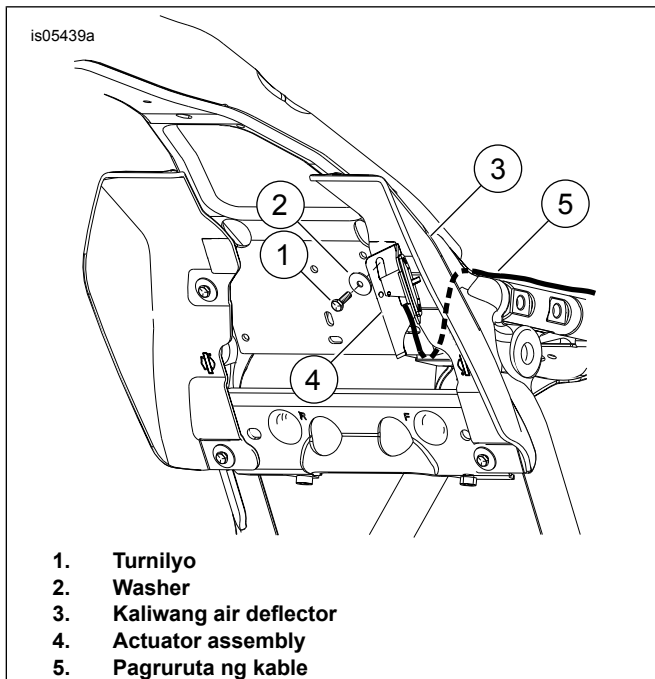

Figure 5. Pagkakabit ng Actuator Assembly na may Mid-Frame Air Deflector
3. Tingnan ang Figure 5 . Hilahin palabas ang plastik na clip ng kable ng spark plug palabas ng butas sa frame plate sa lokasyon kung saan ikakabit ang bracket ng pang-adjust na handle. Itapon ang plastik na hose clip.